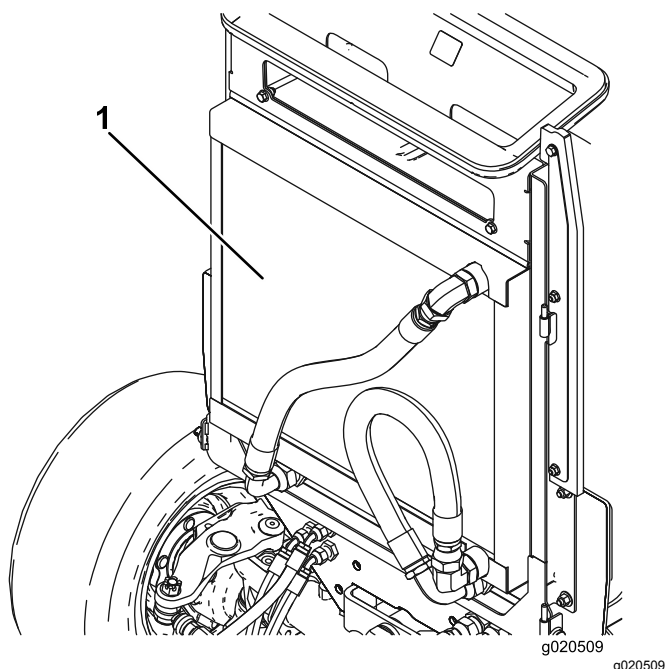

Рисунок 76
3. Тщательно очистите обе стороны маслоохладителя и радиатора (Рисунок 76) сжатым воздухом. Начните спереди и сдувайте мусор назад. Затем произведите очистку с задней стороны, сдувая мусор в направлении вперед. Повторите эту